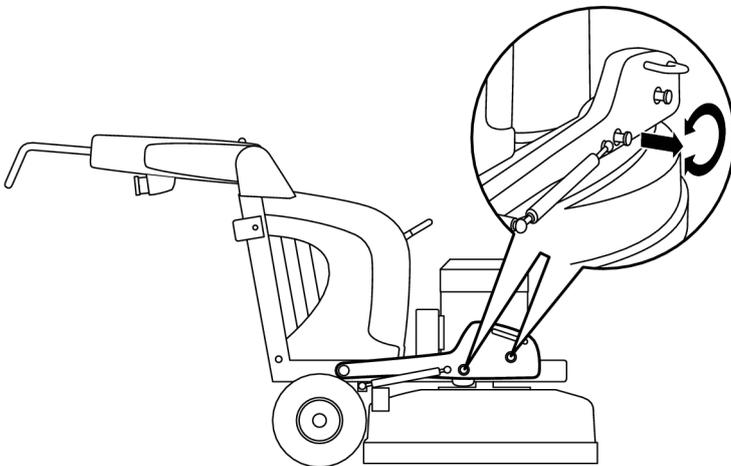

Figura 4-6. Pesi ripiegati in avanti
- Estrarre le singole coppie e bloccarle ruotandoli nella direzione indicata dalla freccia, vedere Figura 4-6, pagina 20.
Per aumentare la pressione di levigatura, e quindi l'azione della macchina, i pesi devono essere ripiegati in avanti, vedere Figura 4-6, pagina 20.